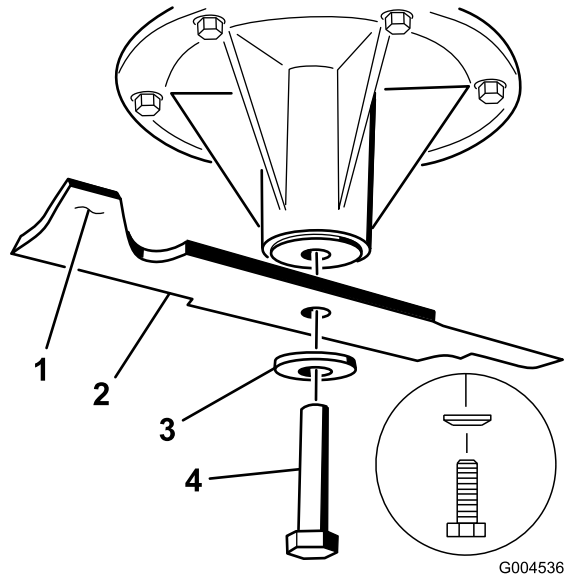

Figura 82
1. Instale la cuchilla en el eje (Figura 82).
2. Instale la arandela de muelle y el perno de la cuchilla (Figura 82).
Nota: El cono de la arandela de muelle debe estar orientado hacia la cabeza del perno (Figura 82).